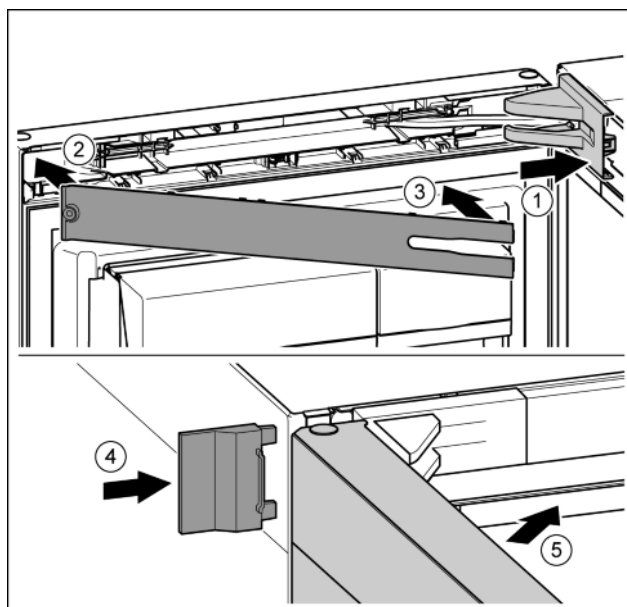

Fig. 46
- ▶ Крышку опорного кронштейна установить и зафиксировать, при необходимости, осторожно разжать. Fig. 46 (1)
- ▶ Установить накладку. Fig. 46 (2)
- ▶ Наклонить и защелкнуть накладку. Fig. 46 (3)
- ▶ Надвинуть внешнюю крышку. Fig. 46 (4)
- ▶ Закрывать верхнюю дверь. Fig. 46 (5)